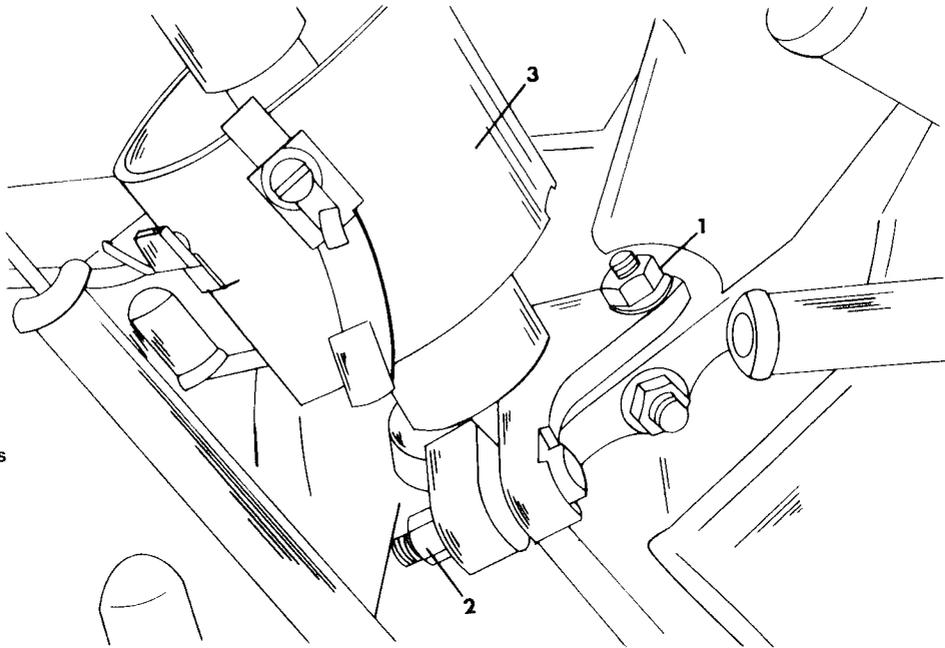
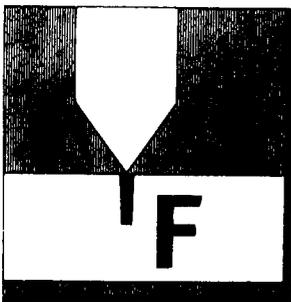

Bild 96
Bild 100
- Die Befestigungsmutter am Fusse des Verteilers lösen (Bild 96) und den Verteiler aus dem Steuerdeckel herausziehen. Nicht die Klemmschraube (2) im Bild lockern, damit sich der Verteiler nicht im Verhältnis zur Klemmschelle bewegen kann.
- An der Kurbelwellenriemenscheibe kontrollieren, ob die Marke «F» in Bild 100 in einer Linie mit der Spitze des Bleches am Steuerdeckel steht (siehe ebenfalls Bild 62). Falls dies nicht der Fall ist, den Motor durchdrehen, bis sich die Markierungen gegenüberstehen. Die Klemmschraube des Verteilers («2» in Bild 96) lockern.
- Bei im Leerlauf laufendem Motor den Strahl der Lichtblitzlampe auf die Kurbelwellenriemenscheibe richten und kontrollieren, dass die Markierung «F» in Bild 100 jetzt gegenüber der Blechspitze am Steuerdeckel liegt. Falls die Markierung nicht sichtbar ist, den Motor wieder abstellen und die Markierung mit Kreide anzeichnen, so dass sie im Strahl der Lichtblitzlampe besser sichtbar ist.